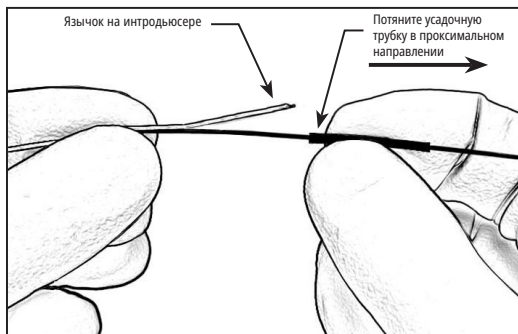

Рисунок 3. Отдвигание усачной трубки в проксимальном направлении
16. Возьмите изделие чуть дистальнее усачной трубки и потяните усачную трубку в проксимальном направлении, чтобы обнажить язычок на интродьюсере. См. рис. 3.